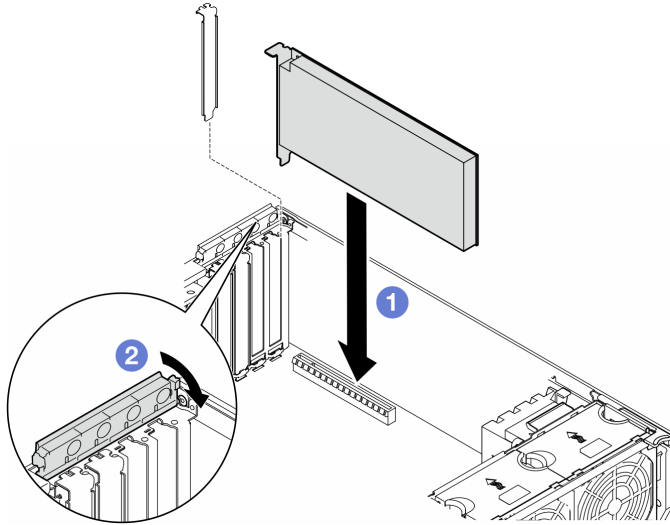

Figura 107. Instalación de un adaptador PCIe de HL
- Para sustituir un adaptador PCIe, omita el proceso de instalación: Figura 107 “Procedimiento de instalación de un adaptador PCIe de HL” en la página 170